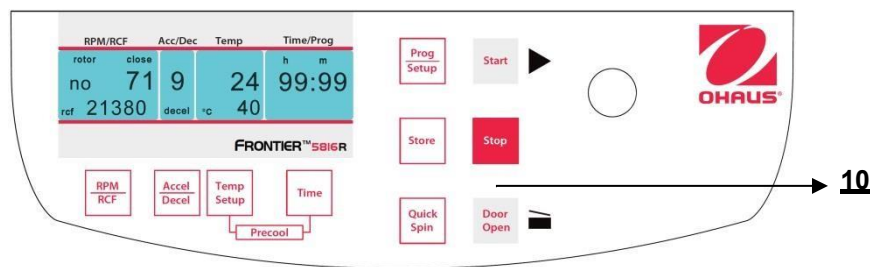

Abbildung. 30
Mit der Taste **"Stop"** (10) (siehe Abbildung 30) können Sie den Durchlauf jederzeit unterbrechen. Nachdem Sie die Taste gedrückt haben, wird sich die Zentrifuge mit der vorab ausgewählten Intensität bis zum Stillstand verlangsamen.